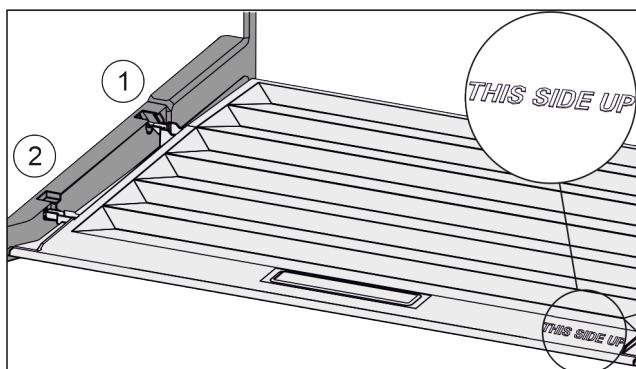

Fig. 132
- Inserire le nervature del coperchio attraverso l'apertura del supporto posteriore Fig. 132 (1) e innestare anteriormente nel supporto Fig. 132 (2).